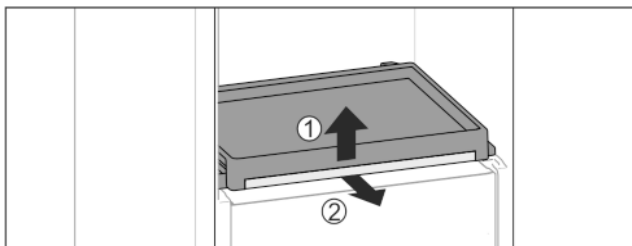

Fig. 36
- ▶ Rimuovere il ripiano estraibile con ripiano di vetro: sollevare leggermente in avanti il ripiano di vetro Fig. 36 (1) e tirarlo in avanti Fig. 36 (2).